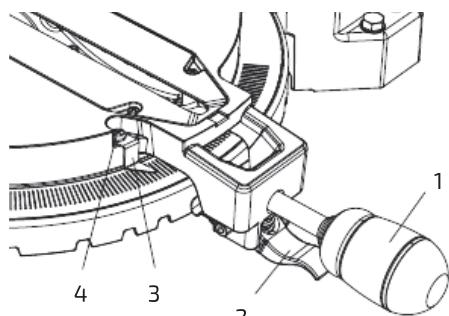

Рис. 15
1. Разблокировать стол, повернув рукоятку (1) против часовой стрелки (рис. 15).
2. Переместить поворотный стол, подняв блокирующий рычаг (2) для установки указателя (3) на нужное значение угла.
3. Если желаемый угол совпадает с одним из неподвижных упоров, следует отпустить рычаг блокировки положительного упора (2), убедившись, что рычаг защелкнулся в положении, а затем закрепить положение, затянув рукоятку поворота (1).
4. Если требуемый угол наклона не совпадает с одним из неподвижных упоров, следует просто зафиксировать стол в нужном положении поворота, повернув рукоятку (1) в направлении по часовой стрелке.
2. При помощи крестовой отвертки ослабить винт (4), удерживающий указатель (рис. 15).
3. Выставить указатель (3) на отметку 0° и затянуть винт (4).